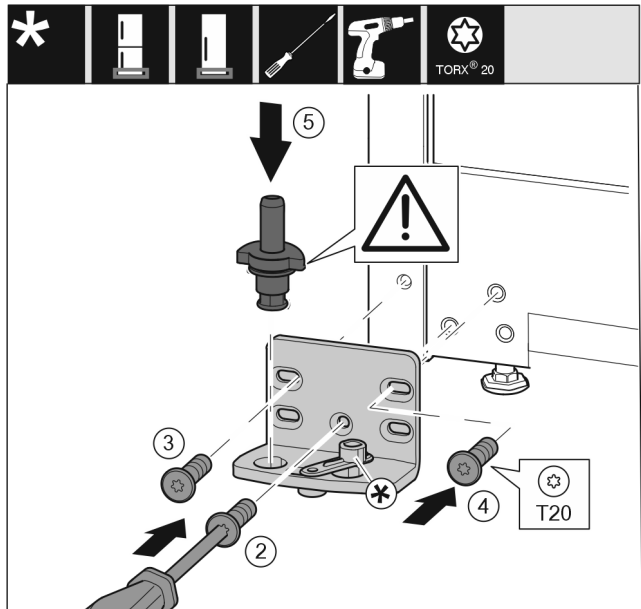

Fig. 16
- Pielieciet gultņa balstu otrā pusē un pieskrūvējiet, izmantojot skrūvgriezi. Sāciet apakšā pa vidu ar skrūvi Fig. 16 (2).
- Pieskrūvējiet skrūvi Fig. 16 (3) un skrūvi Fig. 16 (4).
- Pilnīgi ievietojiet gultņa tapu Fig. 16 (5). Uzmanieties, lai fiksācijas izcilnis būtu vērsts virzienā uz aizmuguri.